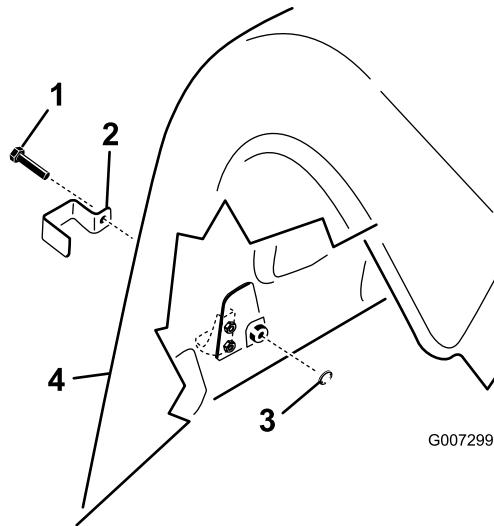

Рисунок 18
1. На модели ProCore 864 установите стопорный кронштейн над левой и правой защелками задних нижнего и верхнего кожухов, используя самонарезывающие болты (всего 4 шт.); см. (Рисунок 18).
2. На модели ProCore 1298 установите стопорный кронштейн над всеми защелками заднего нижнего кожуха и наружной защелкой верхнего кожуха, на правой и левой задних крышках, используя самонарезывающие болты (по 3 шт. на каждый аэраторный вал, всего 6 шт.); см. (Рисунок 18).
для фиксации болта (Рисунок 18).